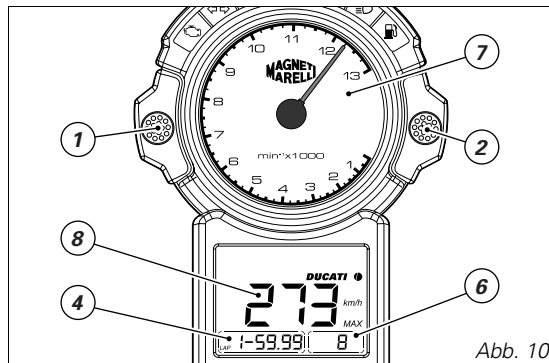
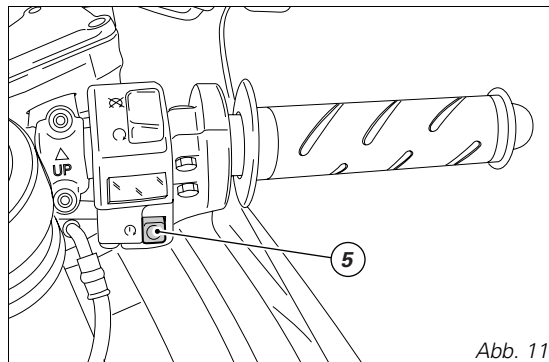

Abb. 10
Abb. 11
Speichern von Rundenzeiten (Abb. 10 und Abb. 11)
Am Display (4, Abb. 10) die Anzeige LAP auswählen.
Während der Fahrt den Startknopf (5, Abb. 11) drücken und so die Messung durch die Stoppuhr starten. Durch erneutes Drücken des Startknopfs (5) wird die Messung unterbrochen und gleichzeitig die Stoppuhr zur 2. Zeitnahme gestartet.
Anzeigen der gespeicherten Rundenzeiten (Abb. 10)
Nach erfolgreichem Zeitenstopp der einzelnen Runden können die 19 im Bordcomputer gespeicherten Messungen am Display abgerufen werden. Hierzu den Motor abschalten, die Taste (2, Abb. 10) drücken und den Zündschlüssel von OFF auf ON drehen, um in den Abrufmodus zu gelangen. Dann die Taste (1, Abb. 10) drücken, um die Rundenzeiten hintereinander anzuzeigen. Am Display werden folgende Informationen angezeigt:
- in der ausgewählten Runde erreichte Motorhöchstdrehzahl (7, Abb. 10)
- gespeicherte Rundenzeit (4, Abb. 10)
- in der ausgewählten Runde erreichte Höchstgeschwindigkeit (8, Abb. 10).
Zum Rückstellen der Zeitmessungen die Taste (2, Abb. 10) länger als 5 Sekunden drücken.
Das System schaltet die Scheinwerfer auch während des Startvorgangs aus und erst dann wieder ein, wenn der Motor läuft bzw. der Startknopf losgelassen wird (5, Abb. 11).
1) Wird der Code erkannt, blinkt die CODE-Kontrollleuchte (12, Abb. 5) am Cockpit kurz auf. Das Schutzsystem hat in diesem Fall den Schlüsselcode erkannt und hebt die Motorsperre auf. Durch Drücken des START-Knopfes (5, Abb. 11) kann der Motor gestartet werden.